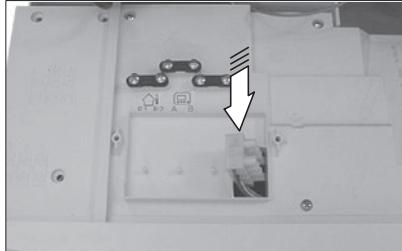

Рис. 2
- Вытяните электропроводку через отверстие (Рис. 2)